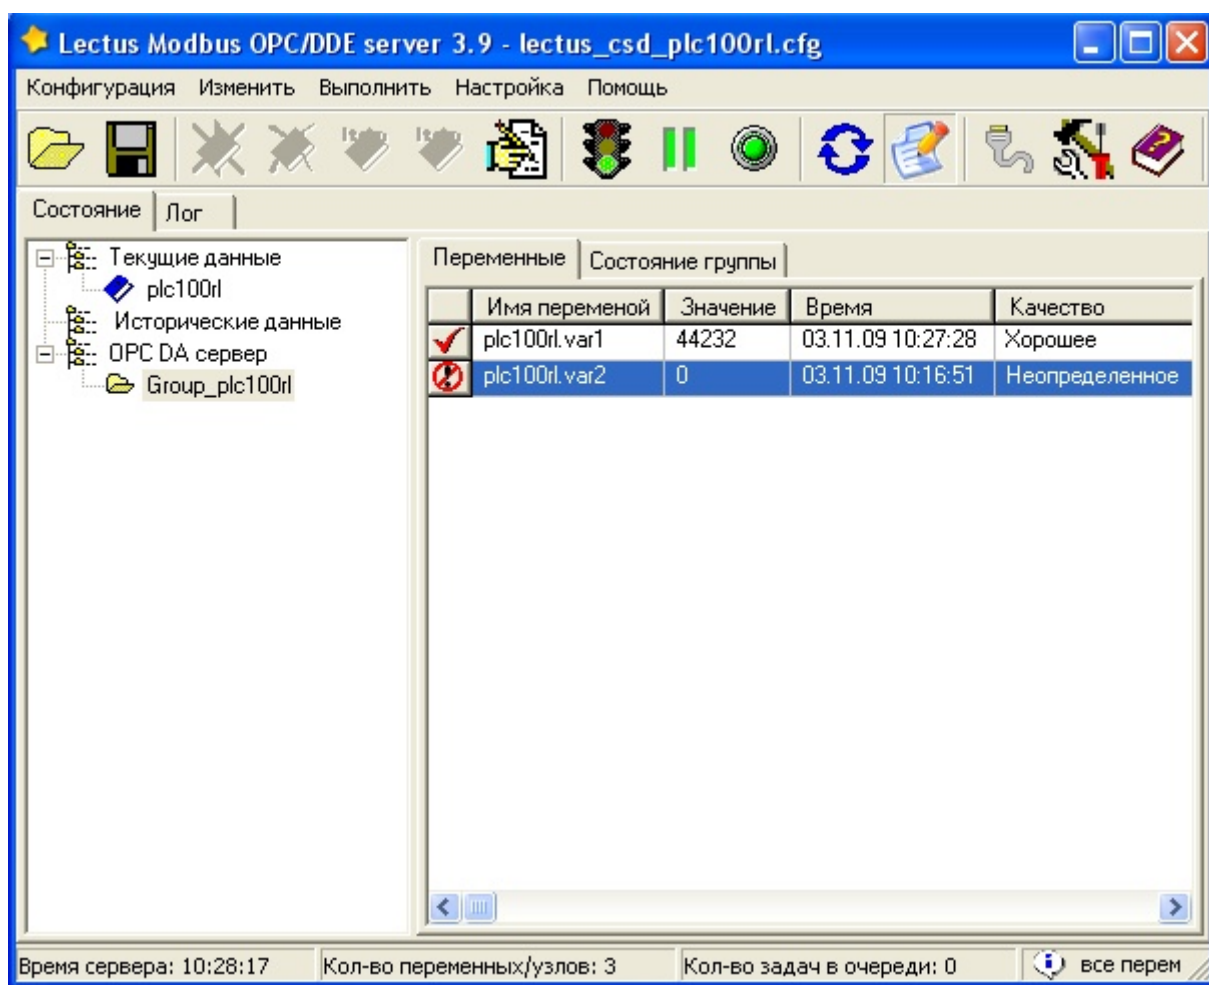

Рис.3.9
- 11) Вернитесь на вкладку «Состояние», там появился узел, где будут отображены значения переданных переменных из модуля (Рис.3.9).